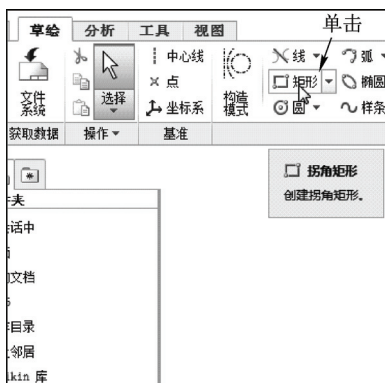

图 2-22 单击“矩形”按钮
STEP 02 在功能区选项板的“草绘”选项卡中，单击“草绘”面板中的“矩形”按钮 ，如图 2-22 所示。